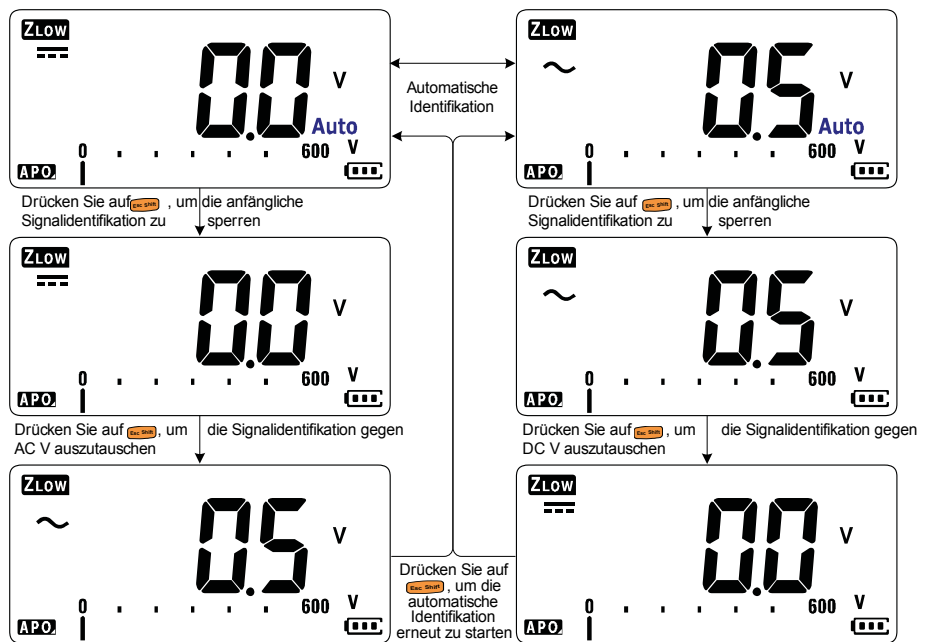

Abbildung 2-7 Ablauf der automatischen Erkennung von  $VZ_{LOW}$
- Drücken Sie einmal auf **Esc Shift**, um die anfängliche Signalerkennung ( $AC\ V$  oder  $DC\ V$ ) zu sperren. Drücken Sie erneut auf **Esc Shift**, um die  $AC$ - und  $DC$ -Spannungsanzeige auf der primären Anzeige zu wechseln. Wenn Sie zum dritten Mal auf **Esc Shift** drücken, wird die automatische Erkennung des Signals neugestartet. Weitere Informationen finden Sie unter Abbildung 2-7.